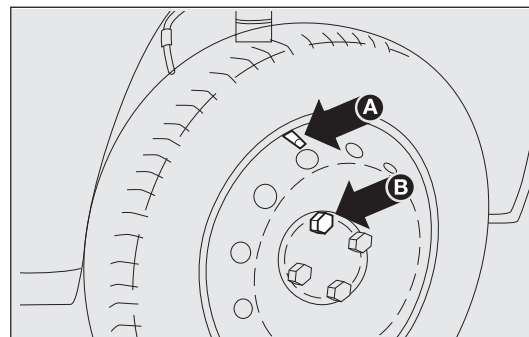

рис. 138
- установите обычное колесо, завернув на два оборота первый болт В, рис. 138, в отверстие, ближайшее к ниппелю А;